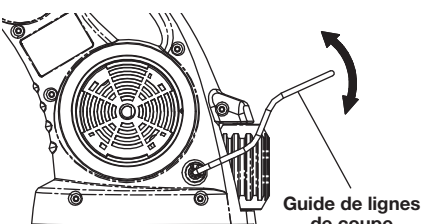

Fig. 8
- Assurez-vous que le guide de lignes de coupe est relevé contre le logement du moteur (Fig. 8).
- Tournez le guide de lignes de coupe vers le haut ou le bas pour le mettre à la position souhaitée (Fig. 8). Le guide de lignes de coupe vous aide à garder les lignes de coupe écartées des clôtures, des courbes de trottoirs, des fleurs etc.